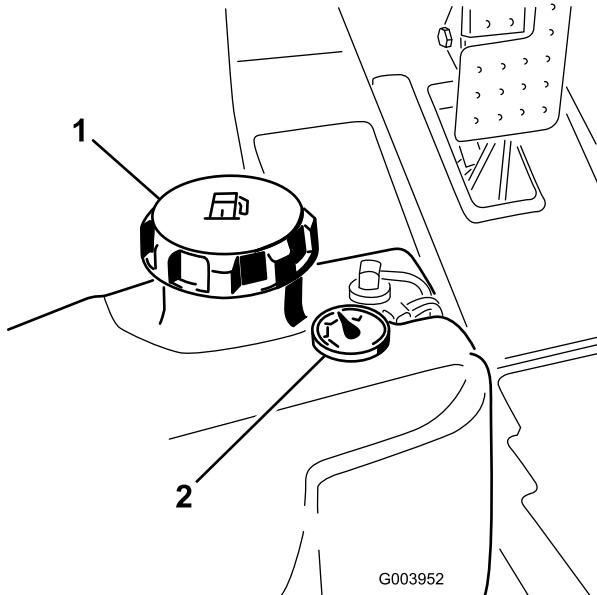

Figura 19
3. Togliete il tappo dal serbatoio carburante (Figura 19).